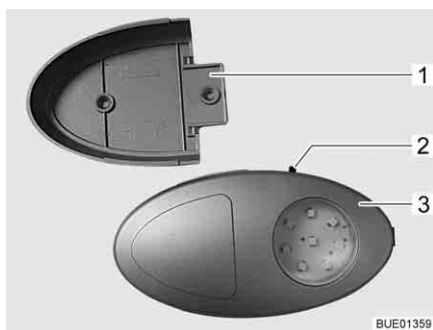
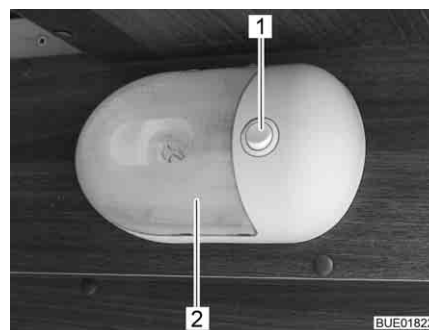

Fig. 97 Eclairage de la penderie/lampe de poche
Fig. 98 Eclairage de la penderie
- ▷ Il est possible d'extraire l'éclairage de la penderie de son support vissé (Fig. 97,1) et de l'utiliser comme lampe de poche.
Le bouton Marche/Arrêt (Fig. 97,2 ou Fig. 98,1) se trouve directement sur l'éclairage de la penderie (Fig. 97,3 ou Fig. 98,2).